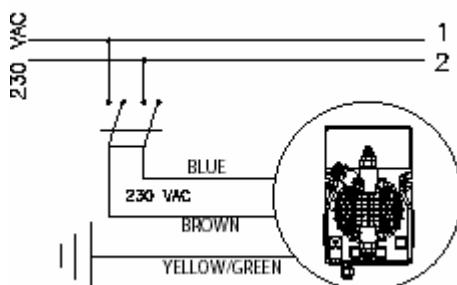

Рис. 4
1. Завершити з'єднання піни від електричної розетки або вимкнути живлення двополюсним вимикачем з мінімальною відстанню між контактами 3 мм (Рис. 4)
1. Від'єднати піни від електричної розетки або вимкнути живлення двополюсним вимикачем з мінімальним відстанню між контактами 3 мм (Рис. 4)
6. – Перед початком установки ознайомтеся з правилами електричних підключень у вашому регіоні. (Рис. 4)